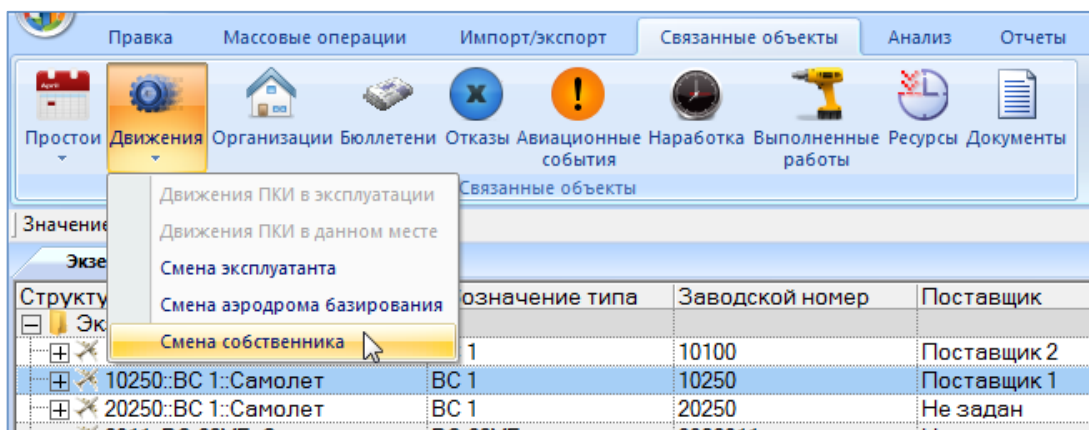

Рис. 13-80 – Открытие окна связанных объектов «Собственник»
- 3) Нажать кнопку «Движения» панели «Связанные объекты» и из раскрывшегося списка выбрать пункт «Смена собственника» (рис. 13-80).
3) Нажать кнопку «Движения» панели «Связанные объекты» и из раскрывшегося списка выбрать пункт «Смена собственника» (см. выше рис. 13-80).
2) Выбрать экземпляр ВС. Нажать кнопку «Движения» панели «Связанные объекты» и из раскрывшегося списка выбрать пункт «Смена собственника» (см. выше рис. 13-80).